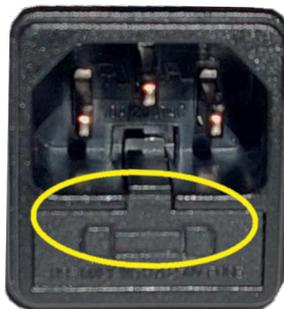

Fig. 43 - Hublot avec les fusibles à enlever
- Pour le remplacement des fusibles dans la prise électrique qui se trouve à l'arrière du poêle retirer le couvercle en plastique à l'aide d'un tournevis plat (voir **Fig. 43**) et retirer les fusibles à remplacer.